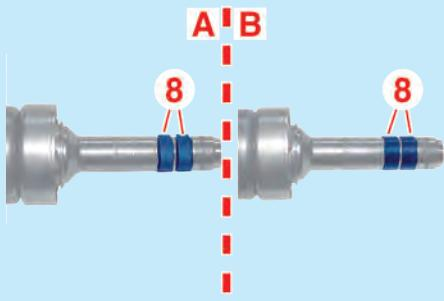

Fig.7
- Contrôler l'aspect des joints de combustion (8) préformés (Fig.7).